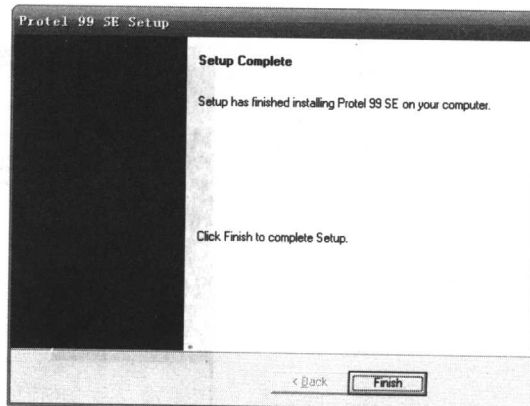

图 1-7 Protel 99 SE 完成安装
(7) 安装完成后, 弹出如图 1-7 所示的安装结束对话框, 单击 **Finish** 按钮即可完成安装。